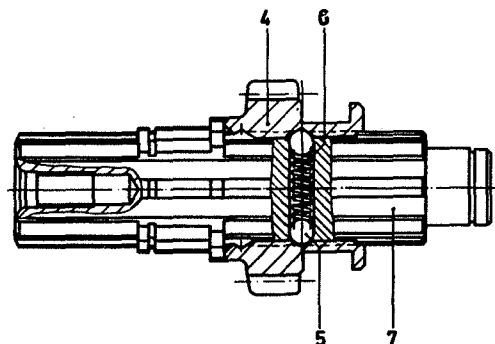

Fig. 60
2.1 Faire glisser le ressort de pression (6) dans l'alésage transversal de l'arbre de sortie. Coller chaque fois aux deux extrémités 1 bille (5). Faire glisser l'engrenage baladeur (4) sur l'arbre de la manière illustrée fig. 60. Faire bien attention à ce que la rainure d'enclenchement vienne se placer du côté du petit roulement à billes (3) tandis que les endroits fraisés le plus profondément du profil cannelé intérieur se trouvent au-dessus des billes (5).